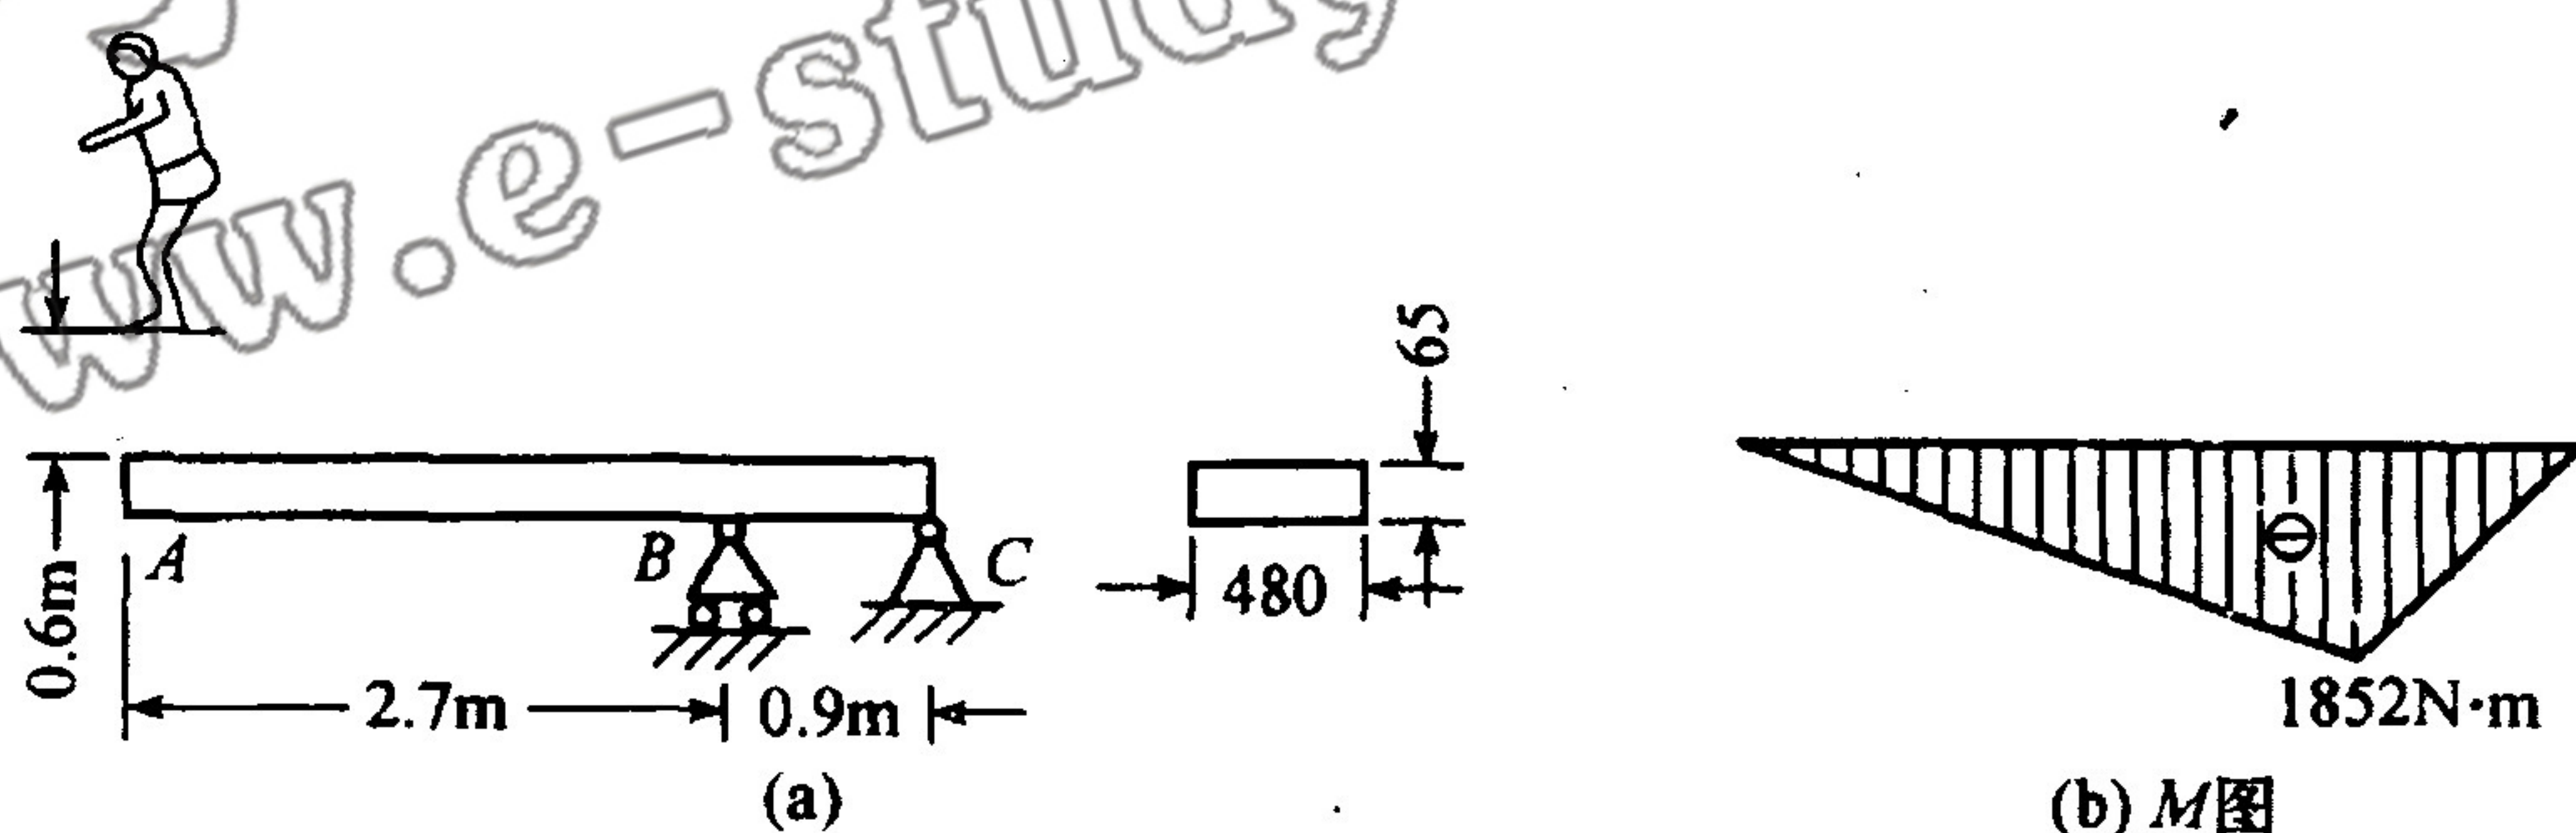

图 2.4
2.4 重 70kg 的运动员从 0.6m 高处落在跳板 A 端(图 2.4(a)), 跳板的横截面为 480mm×65mm 的矩形, 木材的弹性模量为 $E=12\text{GPa}$ 。假设运动员腿不弯曲, 试求: (1) 跳板中的最大弯曲正应力; (2) A 点的最大位移(求位移的方法不限)。(15 分)
(1) 冲击点 A 沿冲击方向的静位移 Δ_{st} 。外伸梁端的位移 Δ_{st} 可直接写出 ($\Delta_{st}=\frac{Fa^2}{EI}(l+a)$), 亦可用叠加或能量法求出, 如用能量法求选用图乘法, 作弯矩图如图 2.4(b)所示, 其中最大弯矩为 $M_{max}=70\times 9.8\times 2.7=1852(\text{N}\cdot\text{m})$ 。在冲击点作用单位力(方向同冲击方向), 得形状类似于图 2.4(b)的单位力内力图 \bar{M} , 两图相乘得